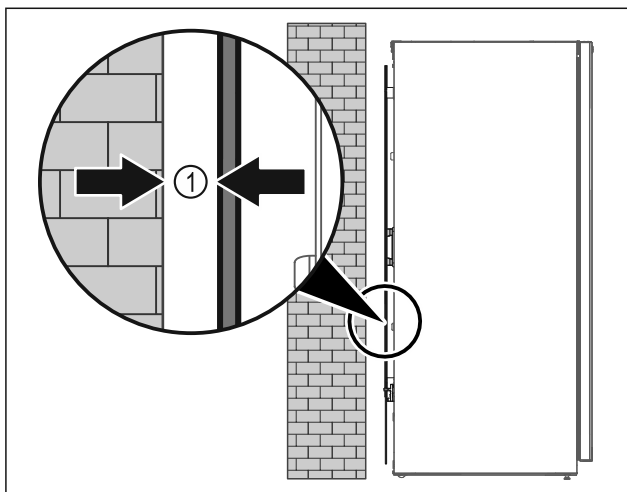

Fig. 47
- Posizionare l'apparecchiatura in un punto a piacere del locale (libera installazione) oppure addossato a una parete a una distanza minima di 5 mm Fig. 47 (1).